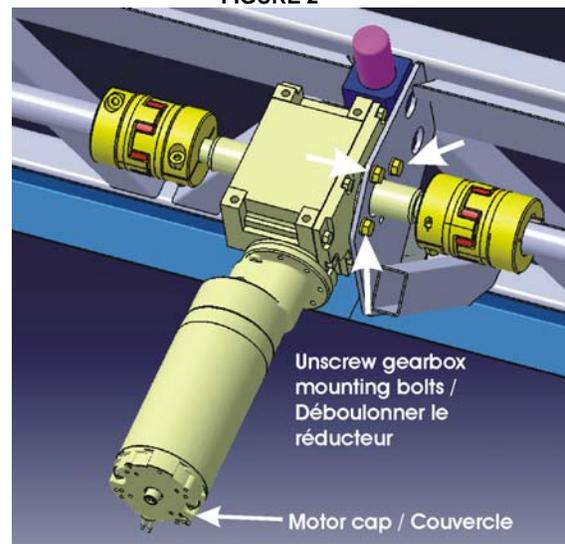

FIGURE 3
4. Retirer les vis de montage de l'ensemble réducteur/moteur (3 ou 4 vis) (figure 3).
- Retirer les écrous du couvercle du moteur et retirer le couvercle (figure 3).